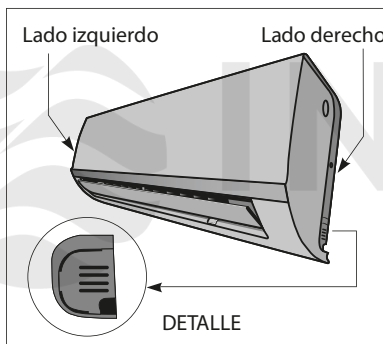

Figura 5.
- Elija el lado izquierdo o derecho de la unidad interior para determinar en qué parte de la pared se realizará la perforación del agujero e instalación del tubo pasacables. De acuerdo a las condiciones de instalación se tiene libertad de usar el lado izquierdo o derecho de la unidad para ubicar cables, mangueras y tuberías (ver figura 5).